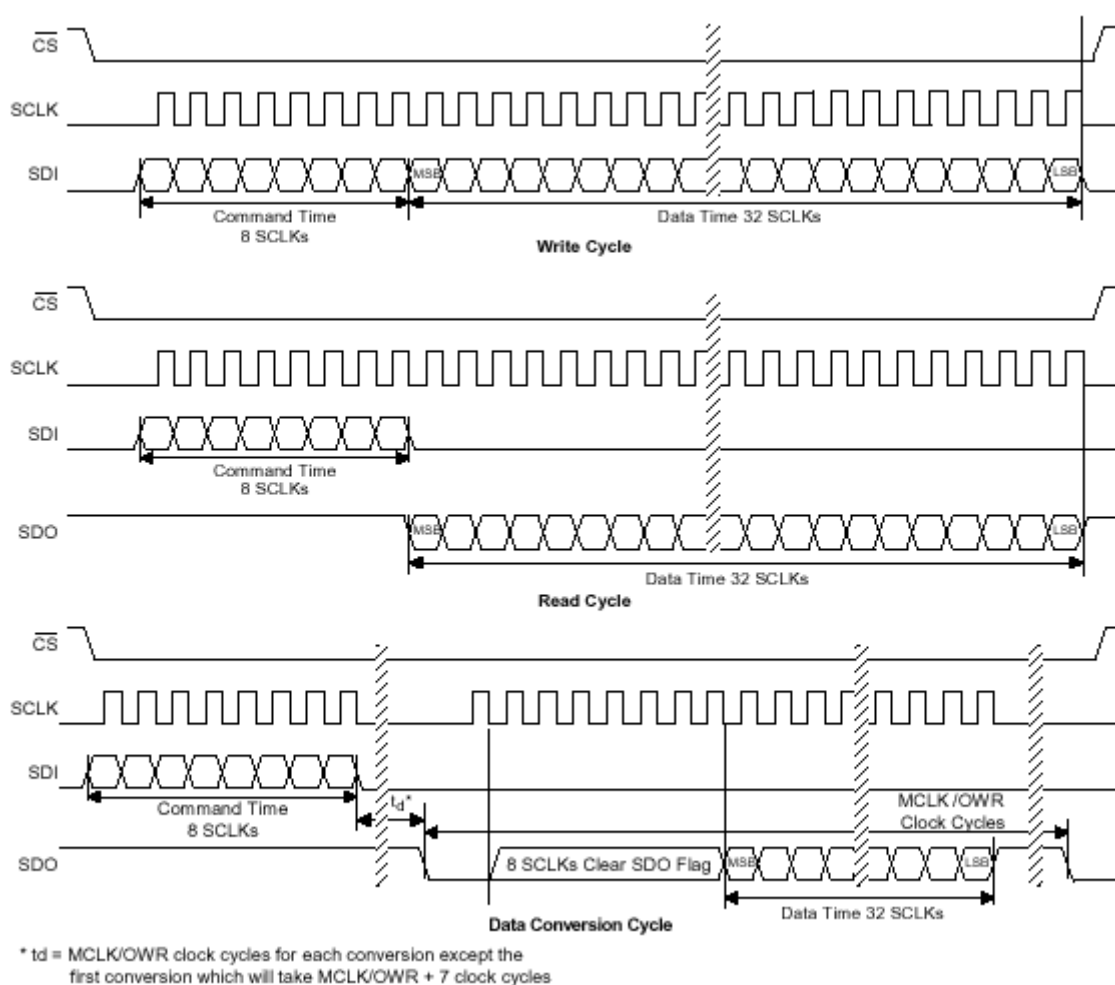

图 7. 命令和数据字定时
CS5531/32/33/34 的串口包括四条控制线： $\overline{CS}$ ，SDI，SDO，SCLK，图 7 为命令和数据字定时。
如图 7 所示，要写特定的寄存器，用户必须先向转换器输入相应的写指令，然后跟随 32 位的写入数据。例如，要向物理通道 1 的增益寄存器写入 0x80000000 (H)，必须先输入命令字 0x02